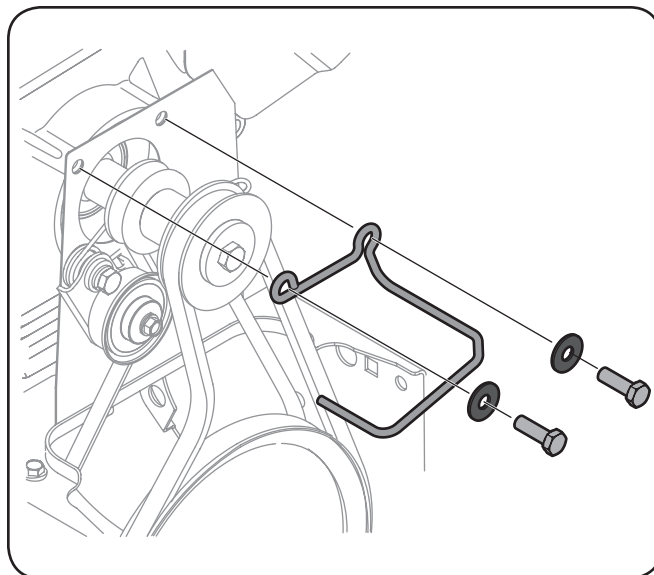

Figura 7-2
3. Afloje y retire los dos tornillos y arandelas planas que aseguran la guía de la correa. Consulte la Figura 7-2. Retire la guía del cinturón.